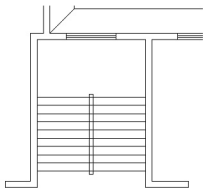

图 2.117 绘制出矩形
② 在指定另一个角点或[面积(A)/尺寸(D)/旋转(R)]: 提示下, 输入矩形右上角点相对于左下角点的坐标, 即“@160, 2920”($2920=2700+2 \times 110$)后, 按 Enter 键结束命令。这里的“160”是梯井的宽度, 结果如图 2.117 所示。